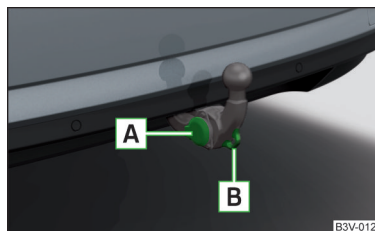

Fig. 311
- » Abrir la tapa del enchufe y conectar el conector del remolque (del accesorio) en el conector de 13 polos **A** » fig. 311. (Si el remolque/accesorio dispone de un conector de 7 polos, usar una reducción correspondiente de los accesorios originales de ŠKODA).